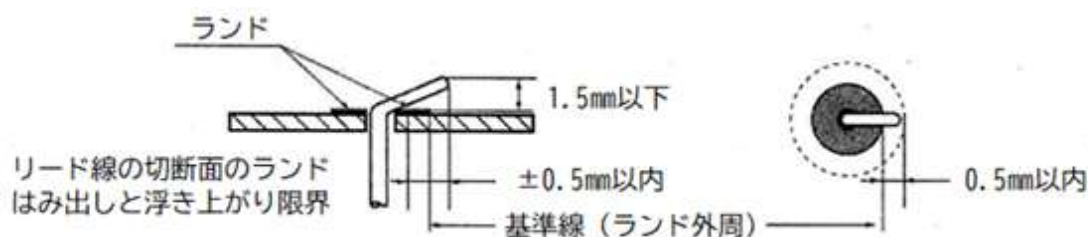

図4 抵抗、コンデンサのリード線の折り曲げ
(3) 部品リード線の折り曲げ、処理方法
- ① 抵抗、コンデンサのリード線は、図4のようにランドにほぼ密着させて折り曲げ、ランドの周囲を基準として切断する。切断面がランドから0.5mm以上出ることがないようにすること。